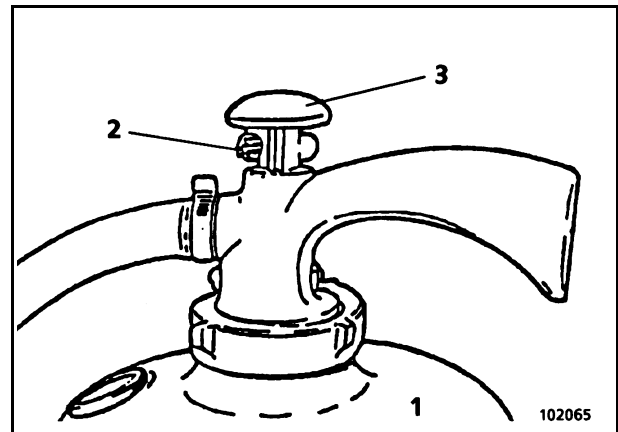

Fig. 2-21:
- ➔ Sicherung (2, Fig. 2-21:) ziehen.
- ➔ Schlagknopf (3) kräftig eindrücken und wieder loslassen.